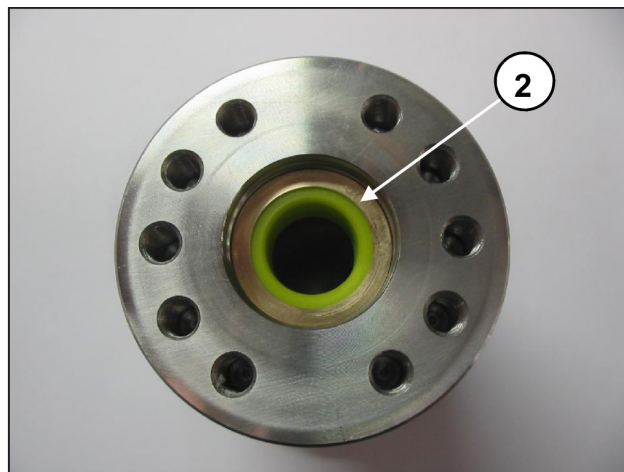
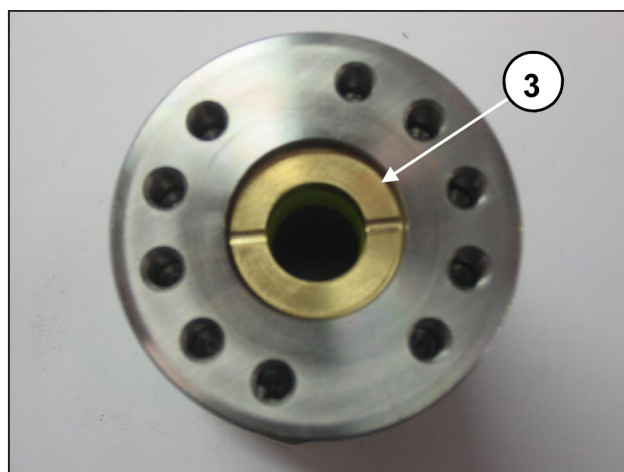
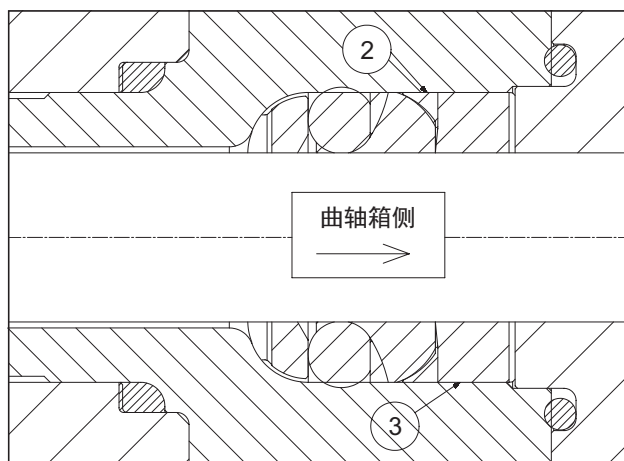

图42
图43
图44
- 插入抗挤压环②和密封圈衬套③，定位如图42、图43、图44所示。
密封圈衬套③插入泵缸套时，排出口必须朝向外部（曲轴箱侧），如图44的图43所示。